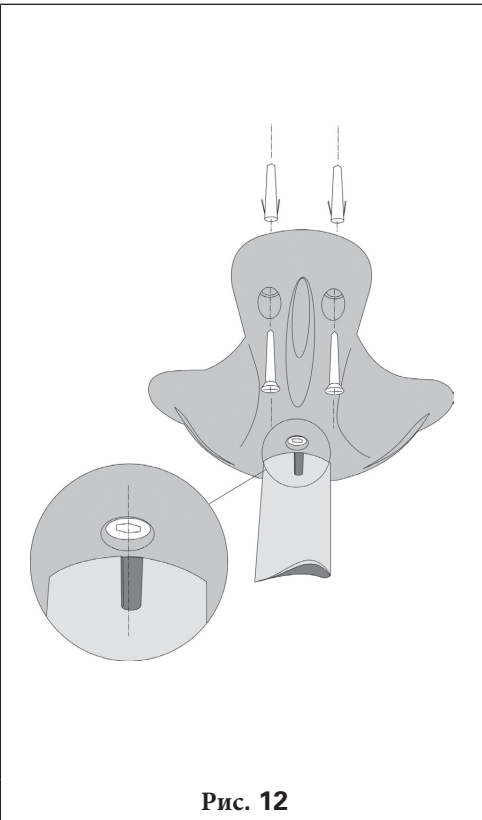

Рис. 12
1. Используйте пластиковый корпус Girosole (рис. 12), чтобы определить позиции для 6 дырок в потолке. Проверьте, чтобы корпус находился в нужном направлении по отношению к точке выхода кабеля.
8. Вставьте кабель в фиксирующее устройство (как показано выше) и вставьте это в металлическую трубку. Нажмите до характерного щелчка (рис.12)
9. Используйте винт с внутренним шестигранником, чтобы закрепить его на трубе (рис. 12).